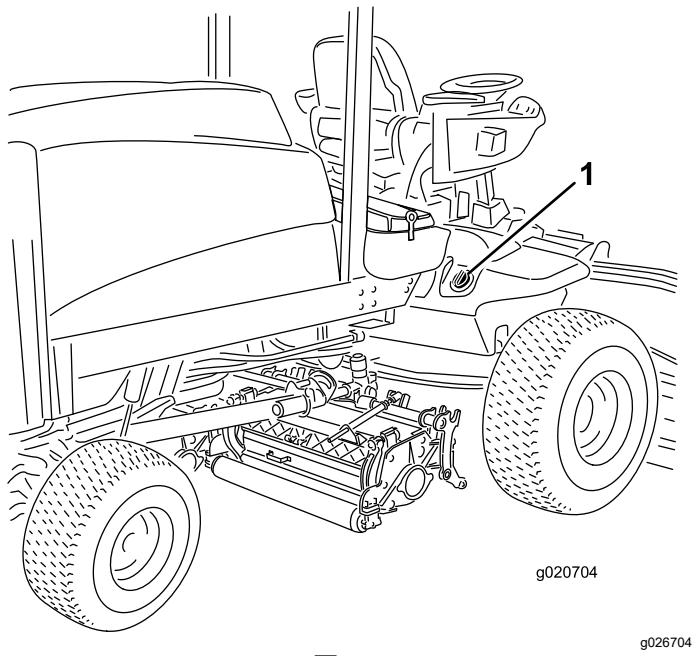

図 37
2. 油圧オイルタンクの注油口周辺をきれいに拭き、キャップ図 37 を外す。